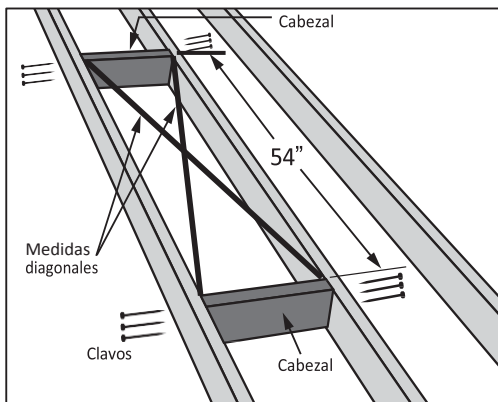

FIGURA 17
Haga la abertura en el techo del tamaño que se indica en la Tabla 1 asegurando que las dimensiones de las mediciones diagonales del marco son iguales como se ilustran en la Figura 17.
### A. Para abertura sin necesidad de remover vigas del techo (Figura 17).
- Localizar los cabezales en la parte delantera y trasera de la abertura como se muestra en la Figura 17.
- Asegúrelo usando (3) clavos de 16d (aprox. 3 1/2" de largo) en cada extremo del cabezal.